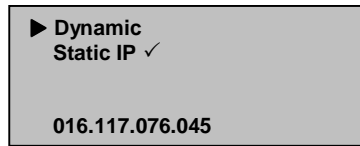

図25: 動的IPの設定
7. [Static IP]にスクロールします (図25を参照)。